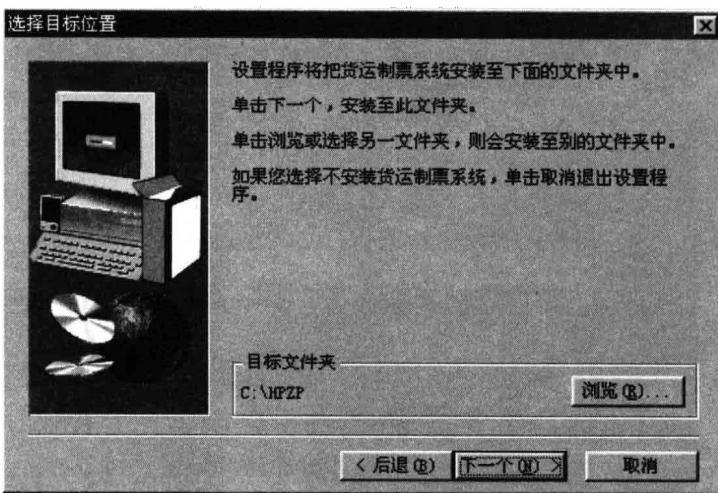

图 1-3
如同意系统继续执行下一安装步骤, 输入正确的软件序列号, 系统验证, 如正确, 则“下一个 (N) >”按钮变亮, 点击“下一个 (N) >”按钮, 系统进行下一步安装; 如没有系列号系统无法进行安装。如点击“<后退 (B)”按钮则返回到上一步; 如点击“取消”按钮则退出安装程序; 下一步屏幕显示如图 1-3。